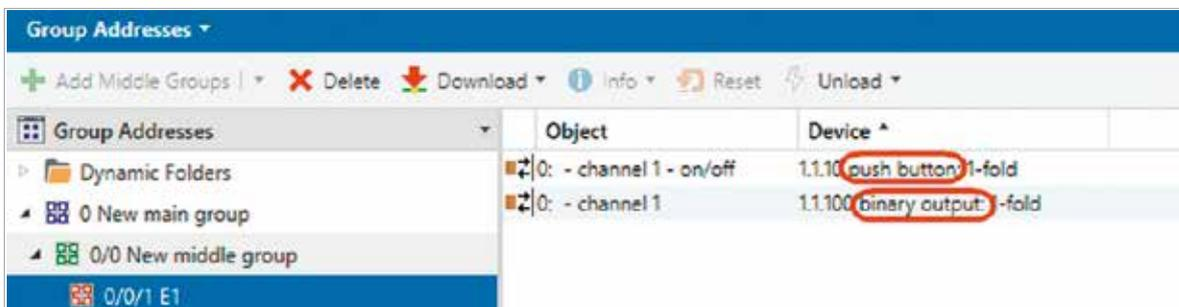

Figure 12. Situation initiale, un capteur et un actionneur dans E1
1) Situation initiale, voir Figure 12